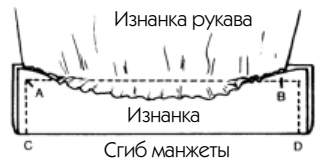

Рис. 367
9. Отверните рукав вверх и высвободите его концы (точки А и В на рис. 367).
— Сложите манжету пополам лицевой стороной вовнутрь и прочно заколите булавками, затем проложите строчку по прямой линии от А до С и сверните на угол от В до D (рис. 367).